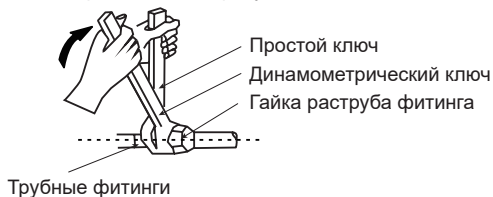

Рисунок 4.1
- При монтаже или разборке трубопроводов используйте два ключа, простой и динамометрический. См. рисунок 4.1